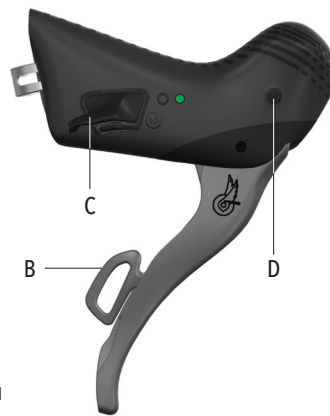

Fig.11
- Facendo pressione sul tasto interno, il deragliatore scende (C - Fig.11).
- Facendo pressione sulla leva esterna, il deragliatore sale (B - Fig.11).
- Facendo pressione sul tasto Smart il cambio sale (D - Fig.11).